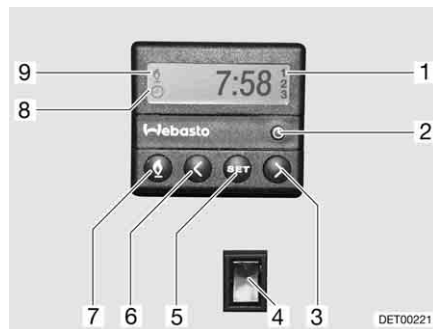

Fig. 116 Centralina di controllo per riscaldamento fisso
- Premere il tasto (Fig. 116,7). Il funzionamento del riscaldamento viene indicato con il simbolo (Fig. 116,9). La ventola viene inserita solo quando la temperatura dell'acqua di raffreddamento è pari a 30 °C.
- Premere il tasto (Fig. 116,7). Il simbolo (Fig. 116,9) si spegne.
- Premere l'interruttore (Fig. 116,4) in basso. Il motore viene preriscaldato. La ventola viene inserita immediatamente.
- Premere l'interruttore (Fig. 116,4) in alto. Il motore rimane freddo.
- Premere il tasto (Fig. 116,2). L'impostazione dell'ora viene indicata con il simbolo (Fig. 116,8).
- Impostare l'ora con i tasti (Fig. 116,3 e 6).
- Premere il tasto (Fig. 116,5).
- Impostare l'orario di accensione con i tasti (Fig. 116,3 e 6) entro 10 secondi.
- Premere il tasto (Fig. 116,5) fino a che nel display (Fig. 116,1) non appare il numero di programmazione desiderato.